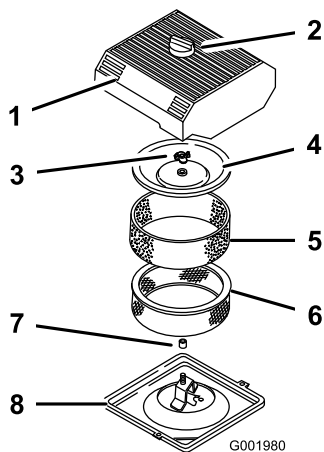

図 41
3. エアクリーナを外したときエンジン内部に異物が入らないよう、周辺をきれいに拭く(図 41)。
- エア・クリーナのカバーのノブをゆるめてカバーを外す(図 41)。
- ペーパー・エレメントからスポンジ・エレメントを注意深く取り外す(図 41)。
- カバー・ナットを外し、カバーとペーパー・エレメントを外す(図 41)。
- ペーパー・エレメントにスポンジ・エレメントを注意深く取り付ける(図 41)。
- カバー・ナットを取り付けて指締めする(図 41)。
- エア・クリーナのカバーとノブを元通りに取り付ける(図 41)。